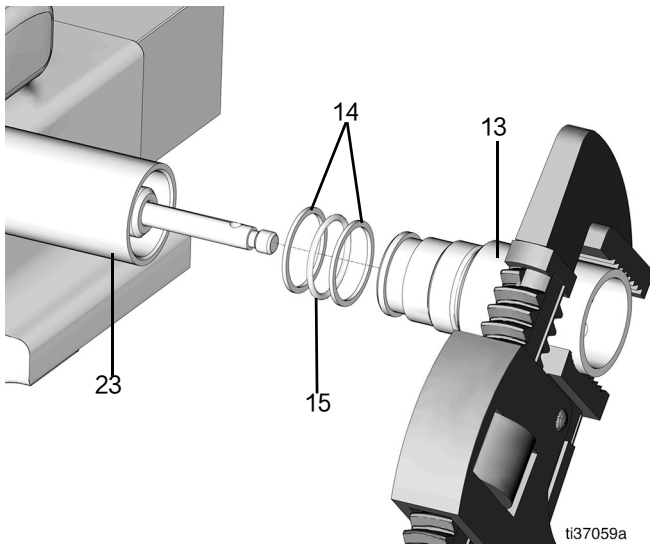

图 38
18. 将泵管放在台钳中，用布保护，然后拧紧以稳定泵下管 (23) (图 38)。
19. 用管道扳手松开铲管 (13)，然后将其从泵下管 (23) 中卸下 (图 38)。
20. 从铲管 (13) 上卸下两个支撑环 (14) 和 O 形圈 (15) (图 38)。